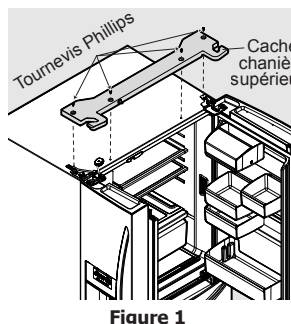

Figure 1
- Otez les vis de la charnière supérieure et soulevez celle-ci. Figure 1.